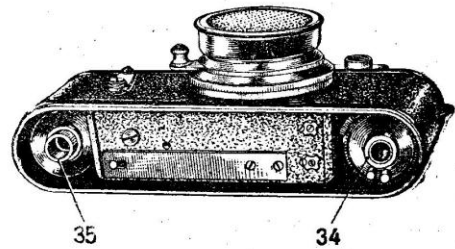

Рис. 3.
34. Кассета (рис. 3, 7, 8).
35. Приемная катушка (рис. 3, 7, 8).
Кассета 34 (рис. 3) лежит в аппарате свободно и легко вынимается при его переворачивании.